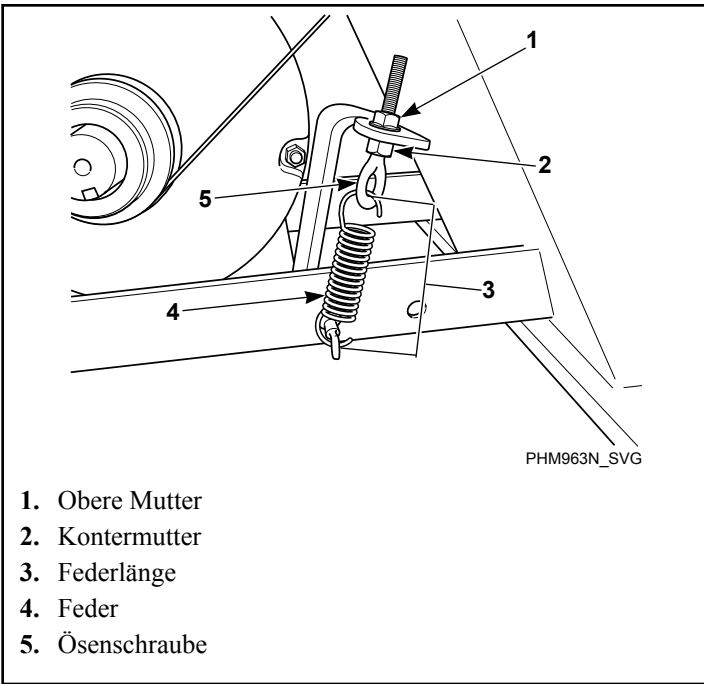

Abbildung 66
**HINWEIS: Die Korbscheibe muss nach jeder Einstellung vor dem Prüfen der Riemenspannung um volle drei (3) Umdrehungen gedreht werden.**
- **Frequenzmessung.** Mutter der oberen Ringschraube anziehen, bis die richtige Frequenz (siehe *Tabelle 47*) in der Feldmitte erreicht ist. Kontermutter mit  $20,6 \pm 2$  ft.-lbs. ( $28 \pm 2,7$  Nm) auf die Spannfeder drehen. Siehe *Abbildung 66*.
- **Spannungsmesser.** Mutter der oberen Ringschraube anziehen, bis die richtige Riemen­spannung (siehe Tabelle 47) in der Feldmitte erreicht ist. Kontermutter mit 20,6 ± 2 ft.-lbs. (28 ± 2,7 Nm) auf die Spannfeder drehen. Siehe *Abbildung 66*.
- **Federlänge.** Die obere Mutter der Ösenschraube festziehen, bis die Feder den korrekten Abstand zwischen den Haken misst. Siehe *Tabelle 46*. Kontermutter mit 20,6 ± 2 ft.-lbs. (28 ± 2,7 Nm) auf die Spannfeder drehen. Siehe *Abbildung 66*.
zenmutter wieder an der Kontermutterposition anziehen. Siehe *Abbildung 66*.